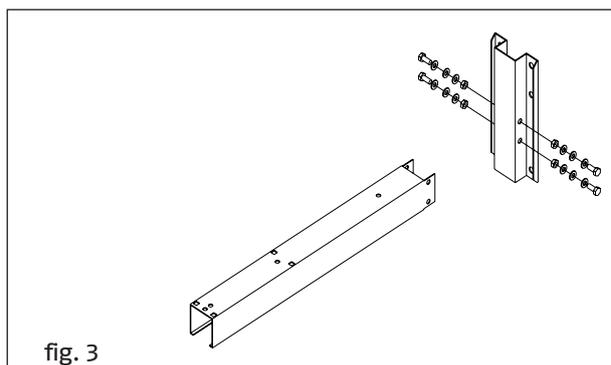

fig. 3
- Ora portare i due longheroni in prossimità delle due staffe precedentemente fissate alla parete, e fissarli con gli appositi bulloni (vedi fig. 3).